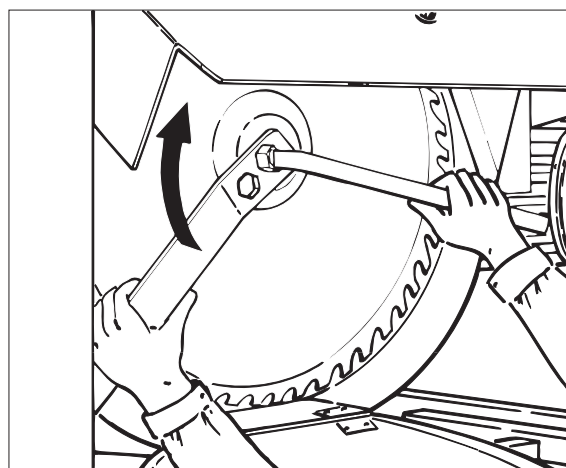

Fig. 23
- Bladboksens nedre deksel åpnes med egnet verktøy. Fjern sagbladet ved å løsne festemutteren ved hjelp av medfølgende verktøy Fig. 23. Festemutteren er venstregjengret og løsnes ved å skru „med klokka“. For å ha begge hender fri ved løsning av mutteren, kan kontrarøkkelen settes fast på spalteknivens festebrakett. Påse at dekslet på bladboksen er påmontert og lukket etter at sagbladet er skiftet ut.